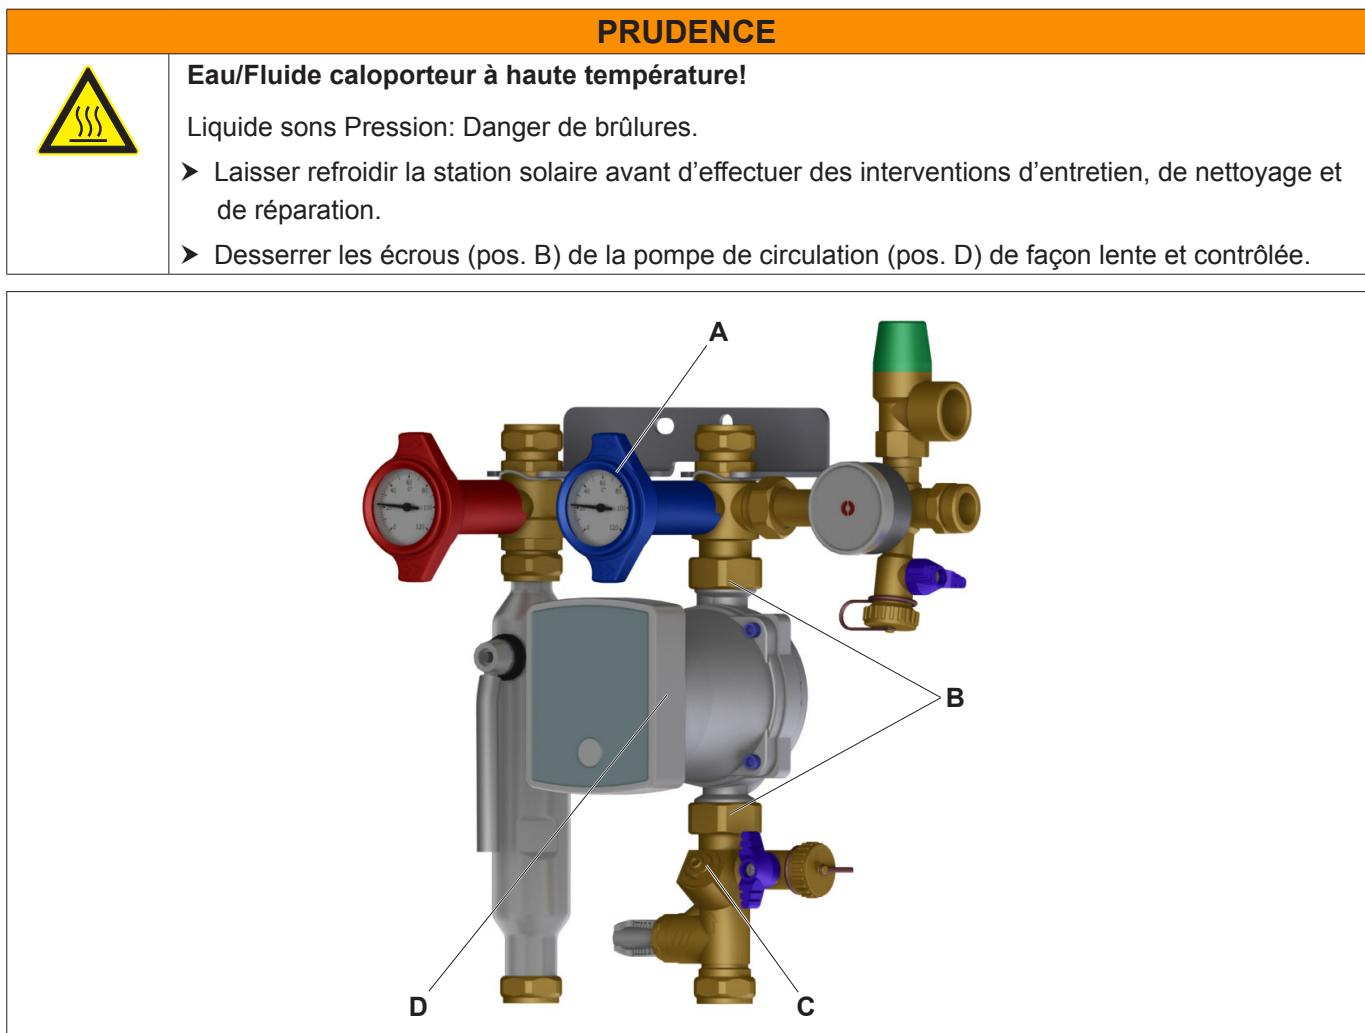

Fig. 11: Démonter la pompe de circulation du circuit solaire (illustration en réf. au mod. 8130 avec Tube dégazeur et Réglateur)
- Fermer la vanne de réglage/arrêt (pos. C, voir Fig. 11 à la page 17).
- Desserrer le câblage de la pompe solaire (pos. D, voir Fig. 11 à la page 17).
- Ouvrir lentement le robinet à boisseau spérique (vanne multifonctions pos. A, voir Fig. 11 à la page 17) en tournant la poignée à thermomètre à 90° dans le sens contraire des aiguilles d'une montre jusqu'au point d'arrêt (voir „Positions de la poignée à thermomètre“ à la page 14).
- Ouvrir lentement la vanne de réglage/débit (pos. C, voir Fig. 11 à la page 17).
- Régler le débit avec une clef Allen de format 4 (pos. C, voir Fig. 11 à la page 17).